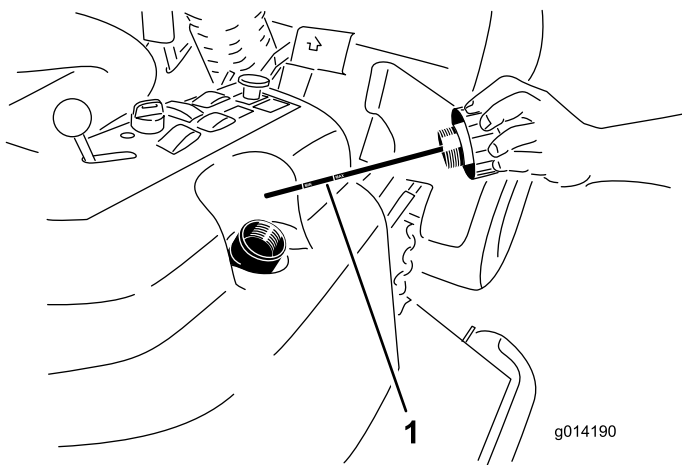

Figura 46
2. Retire el tapón de llenado de aceite hidráulico (Figura 46) del cuello de llenado.
3. Retire la varilla y límpiela con un paño limpio (Figura 46).
4. Introduzca la varilla a fondo en el cuello de llenado; luego retírela y compruebe el nivel del aceite (Figura 46).